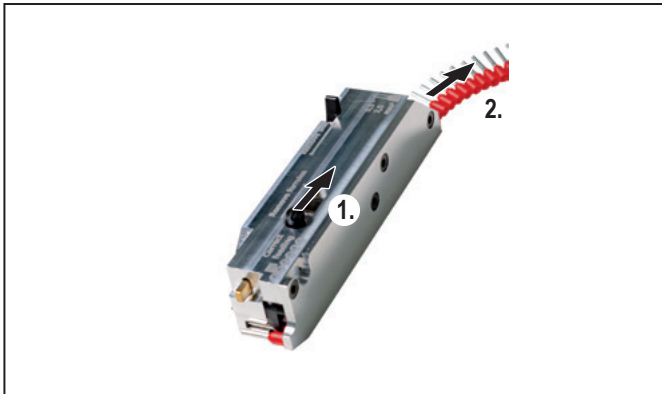

Рисунок 6.5 Удаление кабельных наконечников
- ▶ Снять блокировку транспортировочного узла и вытянуть ленту кабельных наконечников, см. Рисунок 6.5.